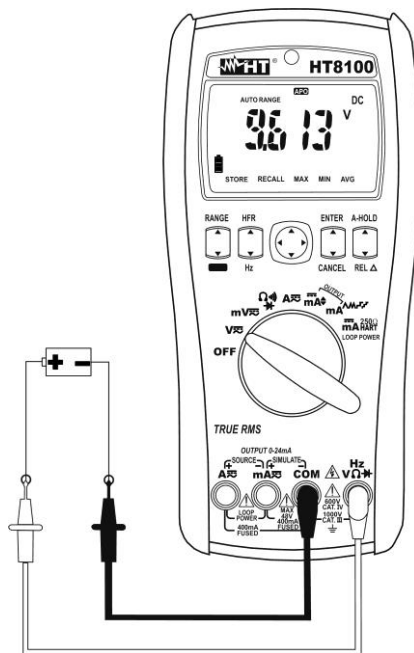

Abb. 2: Verwendung des Gerätes für Gleichspannungsmessung
5. Stellen Sie die rote Messleitung und die schwarze Messleitung in die Punkte mit positivem und negativem Potenzial des zu messenden Kreises (siehe Abb. 2, Abb. 2). Der Spannungswert erscheint auf dem Display.
7. Das Symbol "-" auf dem Display des Gerätes gibt an, dass die Spannung die umgekehrte Richtung mit Bezug auf die Verbindung in Abb. 2, Abb. 2 hat.